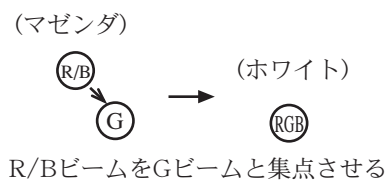

図1-3
- (3) 同じく、画面中央部に注目し、マゼンタ色のビームがGビームに集点して、ホワイトのドットになるように、6極マグネットにて調整します。(図1-3参照)